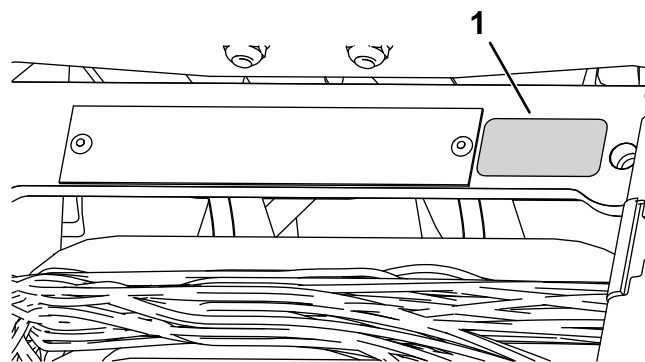

Figura 9
- Coloque o autocolante do ano de fabrico junto da placa do número de série (Figura 9).